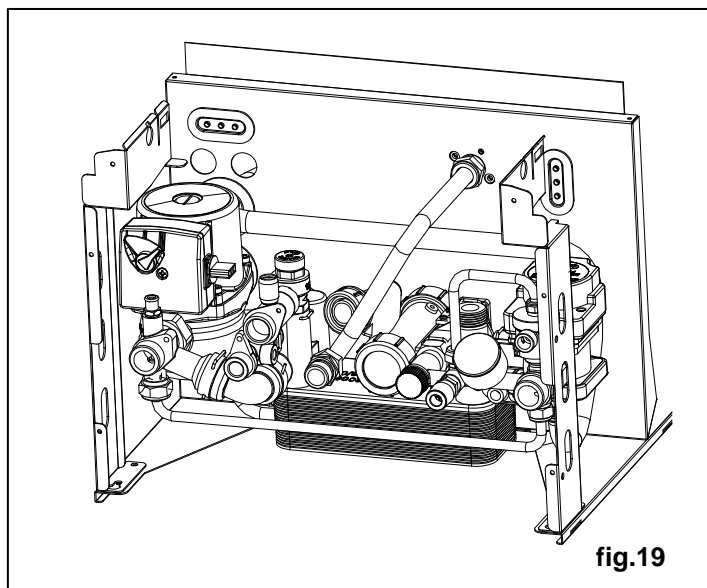

fig.19
**-Pour vidanger uniquement la chaudière, fermer les robinets départ/retour du circuit de chauffage. Ouvrir le robinet de vidange (fig.19) placé dans le collecteur de la pompe sur la partie inférieure de la chaudière.**